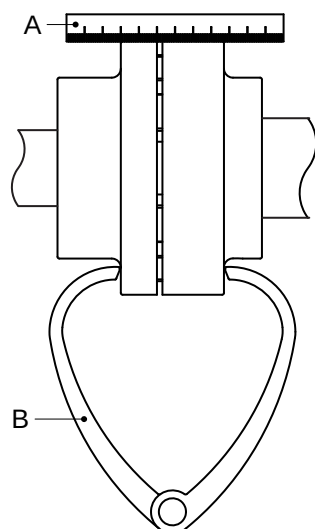

Bild 4: Rikta kopplingen efter en linjal och en krumcirkel.
- 1 Lägga en linjal (A) på kopplingen. Placera eller ta bort så många kopparmellanlägg som behövs för att få elmotorn i rätt höjd, så att den raka kanten nuddar vid båda kopplingshalvornas hela längd, se bild 4.
- 3 Kontrollera inriktningen igen med hjälp av en krumcirkel (B) placerad i två diametriskt motsatta punkter på kopplinghalvornas sidor, se bild 4.